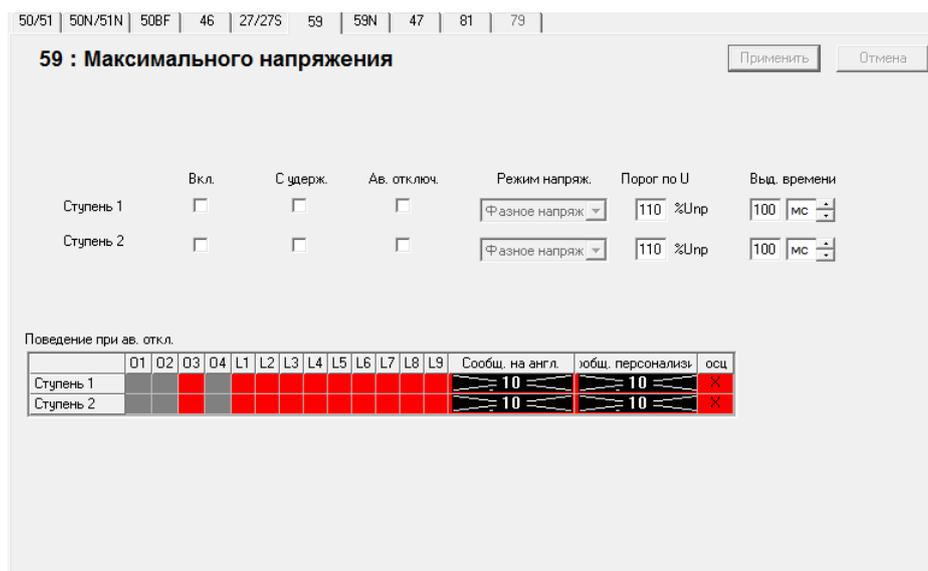

Рис. 5.13. Окно настройки защиты максимального напряжения
- Защита максимального напряжения – 59 (рис. 5.13).
Защита максимального напряжения (рис. 5.13) является однофазной и срабатывает по фазному или линейному напряжению: